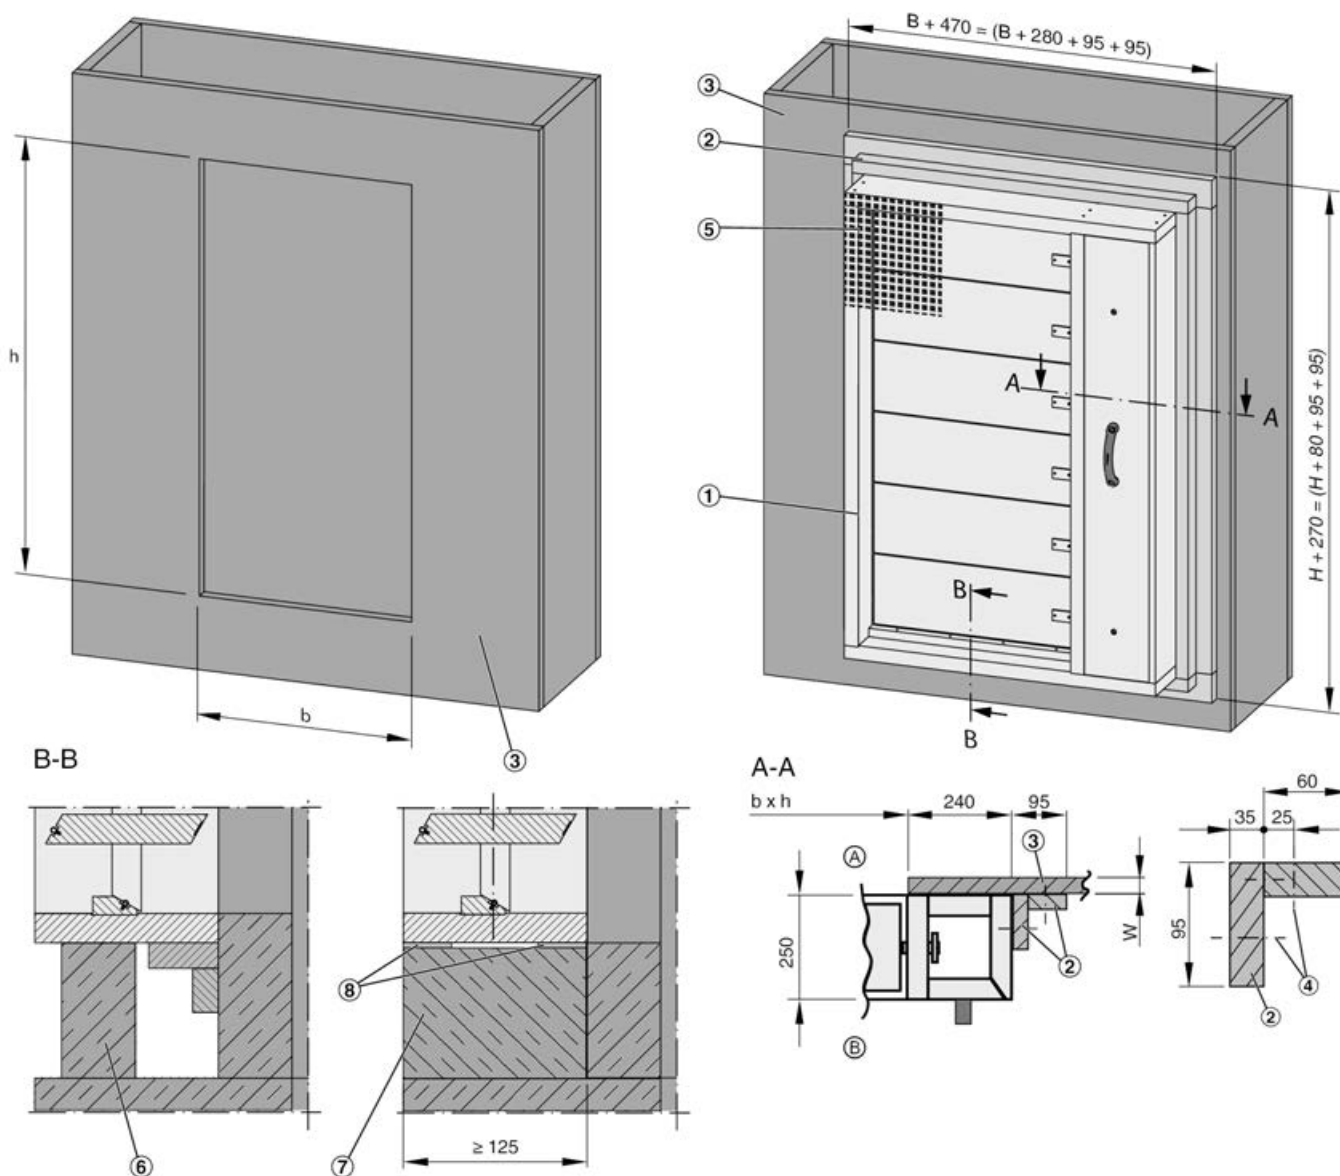

Fig. 29: Instalación en conducto vertical para extracción de humo
1. ▶ Realizar la abertura de instalación en cumplimiento con Fig. 29 .
2. ▶ Emplee dos tiras de paneles ignífugos para construir el tramo en esquina ( Fig. 29 /2), seguidamente fije el tramo en esquina por debajo de la compuerta.
Aplique pegamento en las juntas (p.e. K84, Promat o similar) ( Fig. 29 /2) entre los tramos en esquina y entre los tramos en esquina y la carcasa, seguidamente fije los tramos en esquina con tornillos para pared  $4 \times 70 \text{ mm}$  a la carcasa de la compuerta (pretaladre los agujeros,  $\varnothing 3 \text{ mm}$ ), deje una distancia entre tornillos de  $\leq 150 \text{ mm}$ .
5. ▶ Conectar los conductos para extracción de humo (lado de instalación y de funcionamiento a la compuerta para control de humo ( Fig. 29 /5), ↪ 6 «*Conducto para extracción de humo y rejilla de protección*» en la página 67 .